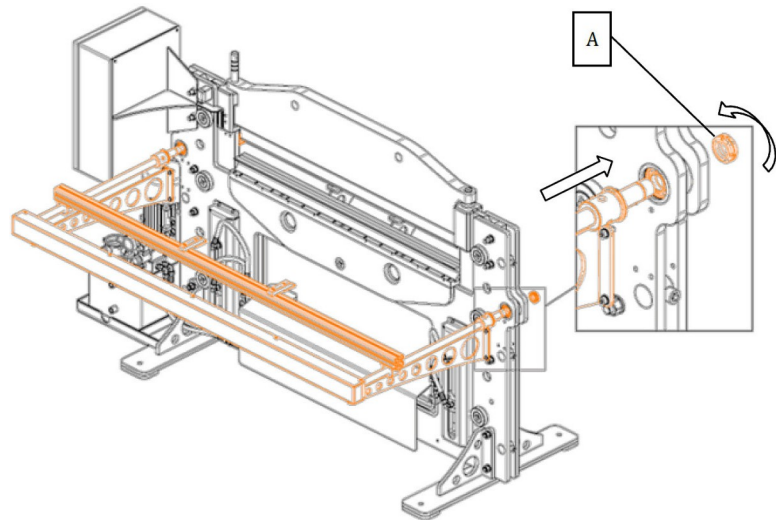

Fig. 9 : Monter la butée arrière
Étape 3 : Insérez lentement et régulièrement la butée arrière à gauche et à droite dans les trous prévus à cet effet, dans le sens de la flèche (Fig.9).
Étape 4 : Fixez la jauge arrière avec les deux écrous (A, Fig.9) des deux côtés.